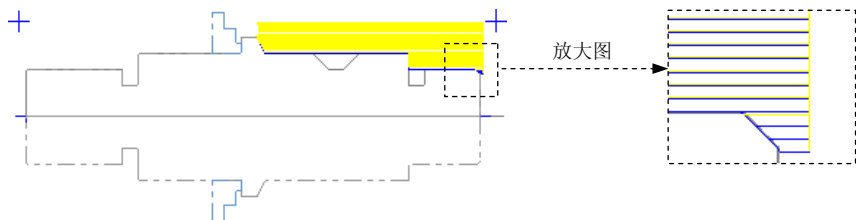

图 19.15 刀具路径
(1) 在“车床粗加工 属性”对话框中单击 **粗加工参数** 选项卡，然后单击 **L 进/退刀向量** 按钮，系统弹出“进退/刀设置”对话框。
(2) 在“进退/刀设置”对话框中单击 **引出** 选项卡，在 **确定方向** 区域选中 ☒ **相切** 单选项。
(3) 单击“进退/刀设置”对话框中的 ☒ 按钮，系统返回至“车床粗加工 属性”对话框。然后在 **素材的辨识** 下拉列表中选择 **Remaining stock** 选项。
Step6. 单击“车床粗加工 属性”对话框中的 ☒ 按钮，完成粗车参数的设置，此时系统将自动生成图 19.15 所示的刀具路径。